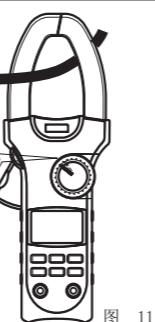

图 11
- ① 关断待测量导体的电流;
- ② 按住扳机打开钳头, 将钳头夹取待测导体, 然后缓慢地放开扳机, 直到钳头完全闭合, 请确定待测导体是否被夹取在钳头的中央, 未置于钳头中心位置会产生±1.0%读数附加误差;
- ③ 按ZERO键使显示归零; (待读数稳定在最小值状态, 按ZERO键清零)
- ④ 开启待测量导体的电流, 读取钳表稳定后的数值。
- ⑤ 如此测量的结果将可得到更准确的直流电流读数。
9. 交流电流测量 (A $\sim$ ) (见图11)